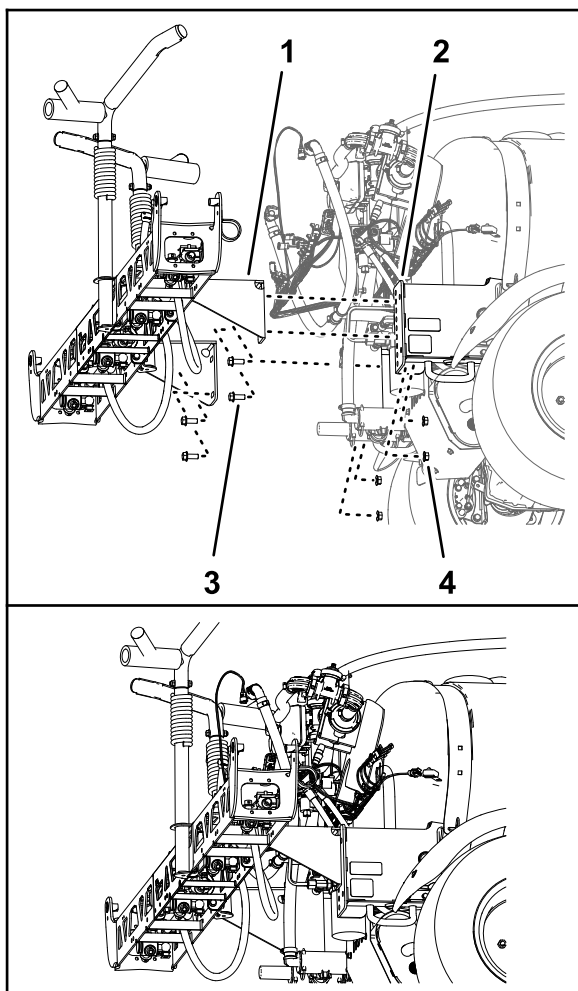

Figura 93
1. Utilizzando l'attrezzatura di sollevamento della capacità specificata, sollevate la sezione di irrorazione centrale e allineate i fori nella staffa di supporto per la sezione di irrorazione (Figura 93) con i fori nella piastra di montaggio per il telaio della macchina che avete individuato al passaggio 3 di Rimozione della sezione di irrorazione centrale (pagina 24).
2. Montate la sezione di irrorazione centrale sui profilati di montaggio (Figura 93) con i 4 bulloni a testa flangiata ($\frac{1}{2}$ " x $1\frac{1}{4}$ ") e 4 dadi di bloccaggio flangiati ($\frac{1}{2}$ ") che avete rimosso al passaggio 4 di Rimozione della sezione di irrorazione centrale (pagina 24).